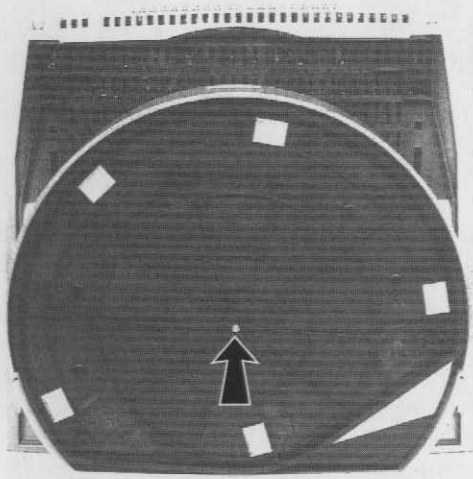

Fig. 2
b) Zum Öffnen des Drehsockels die mittlere Schraube (Fig. 2) herausdrehen. Die Abdeckung und den Rollenkranz abnehmen.
b) To open the rotary base, remove the screw provided in the middle (Fig. 2).